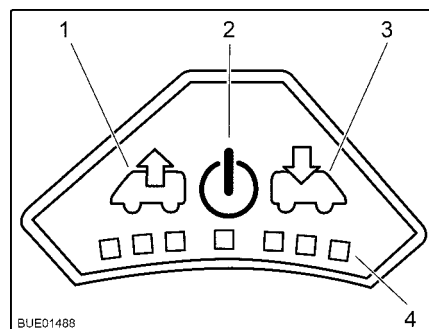

Fig. 76 Quadro comandi del ventilatore
- Accensione:* ■ Premere il tasto On/Off (Fig. 76,2). Il ventilatore funziona in modalità comfort (sfiato al numero di giri minimi del ventilatore).
- Sfiato:* ■ Per aumentare il numero di giri del ventilatore: Premere il tasto Sfiato (Fig. 76,1). Il numero di giri del ventilatore aumenta di uno stadio in direzione sfiato. I LED (Fig. 76,4) indicano gli stadi di commutazione.
■ Per ridurre il numero di giri del ventilatore: Premere il tasto Aerazione (Fig. 76,3). Il numero di giri del ventilatore si riduce di uno stadio.
- Aerazione:* ■ Per aumentare il numero di giri del ventilatore: Premere il tasto Aerazione (Fig. 76,3). Il numero di giri del ventilatore aumenta di uno stadio in direzione aerazione. I LED (Fig. 76,4) indicano gli stadi di commutazione.
■ Per ridurre il numero di giri del ventilatore: Premere il tasto Sfiato (Fig. 76,1). Il numero di giri del ventilatore si riduce di uno stadio.
- Spegnimento:* ■ Premere il tasto On/Off (Fig. 76,2). Il ventilatore si ferma, i LED si spengono.